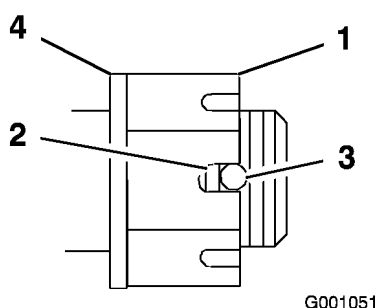

Figura 42
4. Apriete la tuerca almenada a 170 Nm (Figura 42).
5. Compruebe la distancia desde el fondo de la ranura de la tuerca hasta el borde interior del taladro. Debe haber dos hilos o menos de la rosca visibles (Figura 42).
7. Apriete la tuerca almenada a 170 Nm (Figura 42).
8. Apriete la tuerca hasta que el siguiente conjunto de ranuras esté alineado con el taladro del eje (Figura 42).